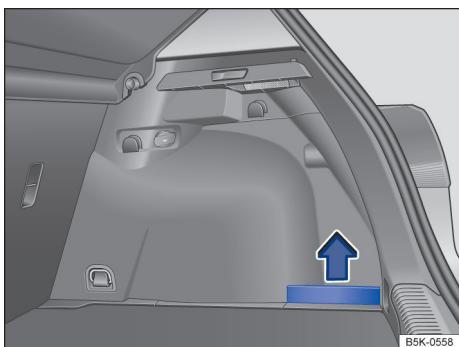

Fig. 144 No compartimento de bagagem: porta-objetos lateral com painel lateral.
- Para *remover*, retirar o painel lateral no sentido da seta → **Fig. 144**, puxando-o para cima.